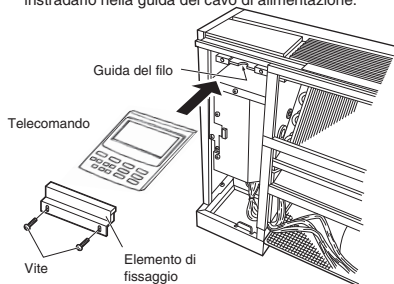

Fig. 3-117
- Rimuovere il pannello anteriore. Rimuovere le viti e l'elemento di fissaggio. (Fig. 3-117)
- Posizionare il telecomando nello spazio nell'unità come indicato in Fig. 3-117. Assemblare i cavi di alimentazione del telecomando al centro del suo lato posteriore e instradarlo nella guida del cavo di alimentazione.